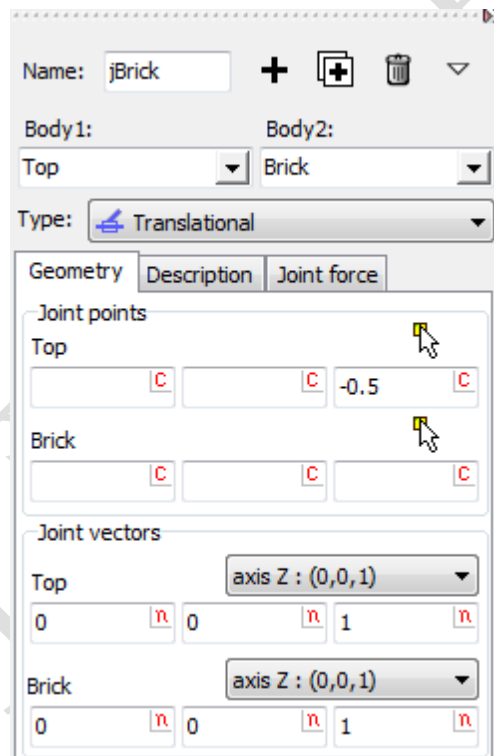

图 2.11 Brick 铰的参数
4. 在 **Body1** 处下拉菜单选择刚体 **Top**，替换缺省的 **Base0**，如图 2.11 所示。
5. 在 **Geometry** 页面设置平动铰的参数，如图 2.11 所示，初始将刚体 **Brick** 的原点置于 **Top** 的  $(0, 0, -0.5)$  处，**Brick** 和 **Top** 的 **Z** 轴相互平行，**Brick** 相对 **Top** 可在 **Z** 轴方向运动，而其他方向为理想约束状态。